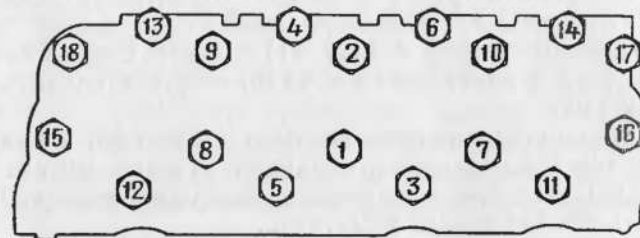

Рис. 58. Порядок затяжки гаек головки блока цилиндров
5. Установить головку блока на шпильки, навернуть гайки с плоскими шайбами и затянуть гайки в порядке, указанном на рис. 58 (см. технические условия, п. б).